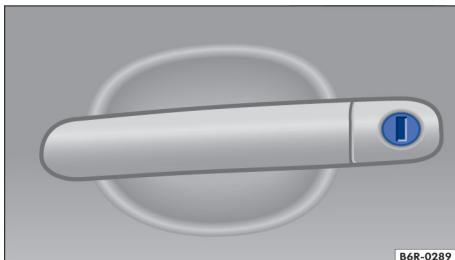

Fig. 51 Maçaneta da porta do condutor com cilindro de fechadura.
- Introduzir a haste da chave no cilindro da fechadura e destravar ou travar o veículo → Fig. 51.